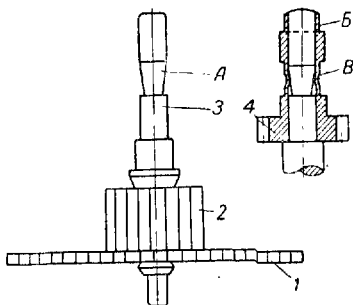

Рис. 122. Закріплення хвилинного триба на осі центрального колеса:
Поломка осі триба центрального колеса (рис. 122, з) досить часте явище. Якщо неможливо підібрати новий триб, залишок зламаної осі видаляється, висвердлюється глибокий отвір (не менше 2 мм в годиннику крупного калібру), в який запресовується сталевий штифт, після чого він обто-
**Хвилинний триб.** В усіх сучасних годинниках застосовується конструкція, показана на рис. 122. В цій конструкції хвилинна стрілка насаджується безпосередньо на верхню частину хвилинного триба Б; вісь 3 і триб 2 складають одну деталь. При переведенні стрілок хвилинний триб 4 обертається на осі 3.